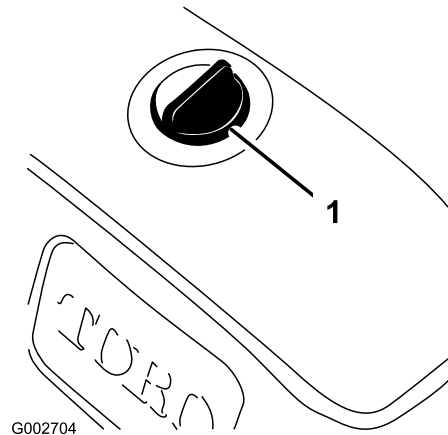

Bild 39
3. Reinigen Sie den Bereich um den Deckel des Hydraulikbehälters, damit keine Rückstände in den Behälter gelangen (**Bild 39**).